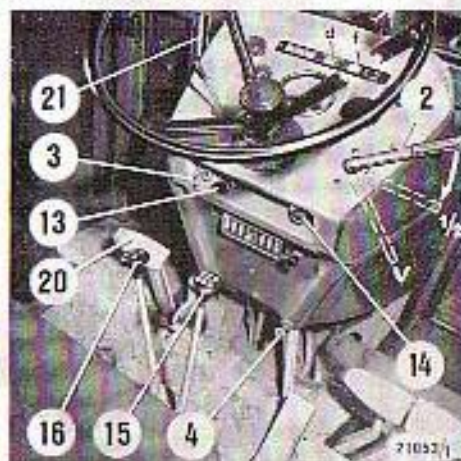

Bild 12
Dann den Knopf des Abstellzuges (4) Bild 12 – bis zum Anschlag herausziehen und festhalten bis der Motor stillsteht. Zündschlüssel auf 0 oder P stellen und abziehen.